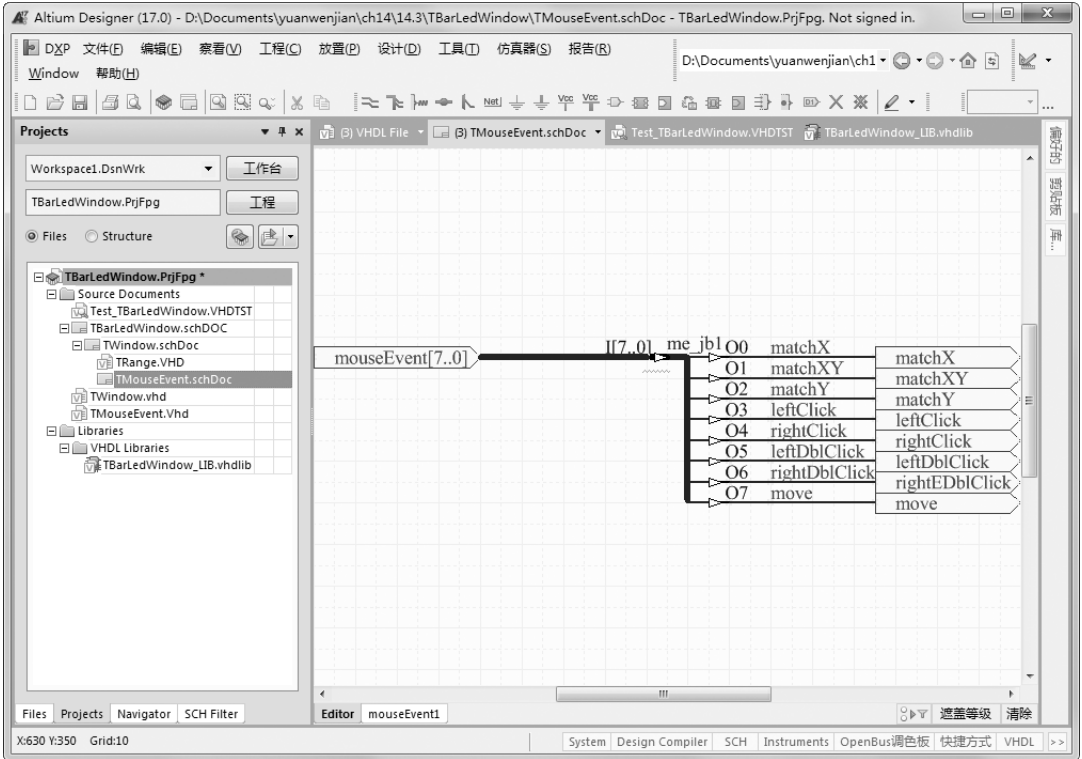

图 14-23 编译生成层次电路
(1) 选择菜单栏中的“工程”→“Compile FPGA Project TBarLedWindow.PRJFPG（编译工程文件）”，系统对该文件进行编译，结果如图 14-23 所示。